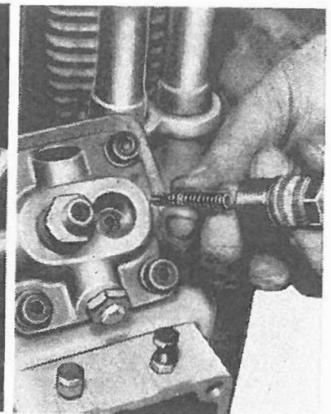

Fig. 93
- Svitare il raccordo di mandata nel cilindretto n. 1 della pompa di iniezione; togliere la valvola (ma non la sede) e la molla (Fig. 93).
1. Unscrew delivery union in cylinder No.1 of injection pump; remove valve (but not seat) and spring (Fig.93).
- Dévisser le raccord de refoulement du cylindre N°1 de la pompe; enlever le clapet, mais non le siège, et le ressort (fig.93).